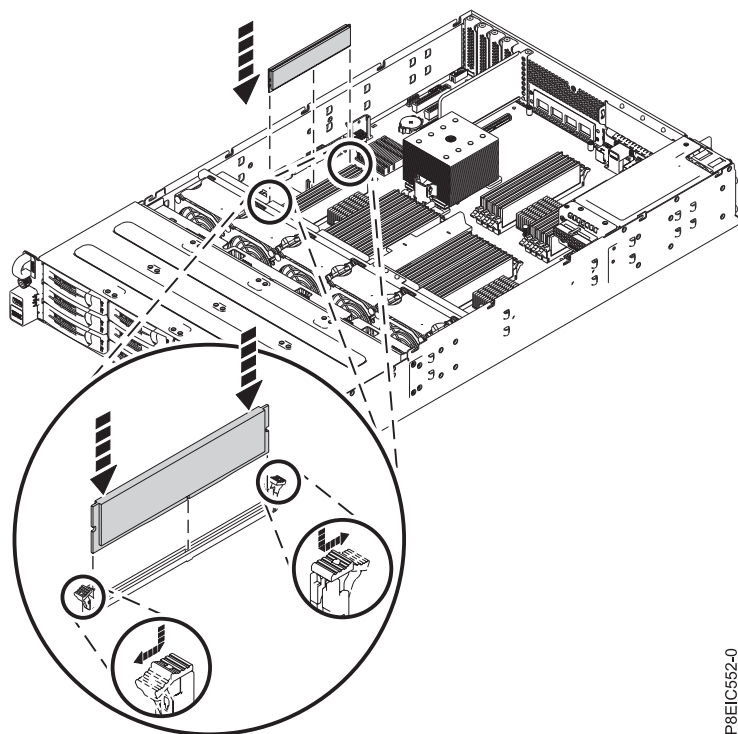

Figure 20. Ouverture des languettes de verrouillage de barrette mémoire DIMM et insertion de la mémoire
3. Appuyez sur les languettes de verrouillage dans la direction illustrée dans la figure 20.